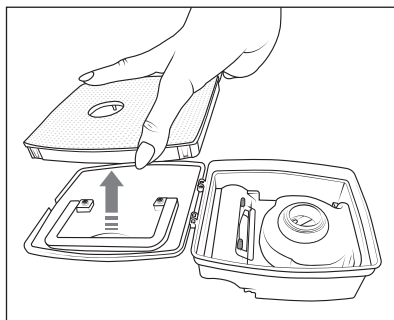

Fig. 9
- 4) Retire o filtro EPA **7** da tampa do reservatório de pó **12**. (ver fig. 9).